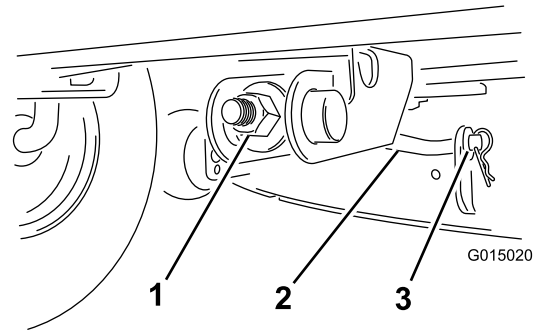

Figura 43
8. Para ajustar la inclinación longitudinal, gire la tuerca de ajuste de la parte delantera del cortacésped (Figura 43).